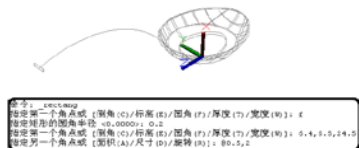

图 11.132 绘制矩形
(16) 单击【坐标】面板中的【世界】按钮 , 恢复坐标系, 在命令行输入 UCS, 根据提示, 输入 Y, 将坐标系沿 Y 轴旋转 -90°。运用矩形命令 , 以 (6.4, 6.5, 24.5)、(@0.5, 2) 为角点, 绘制圆角半径为 0.2 的圆角矩形, 如图 11.132 所示。